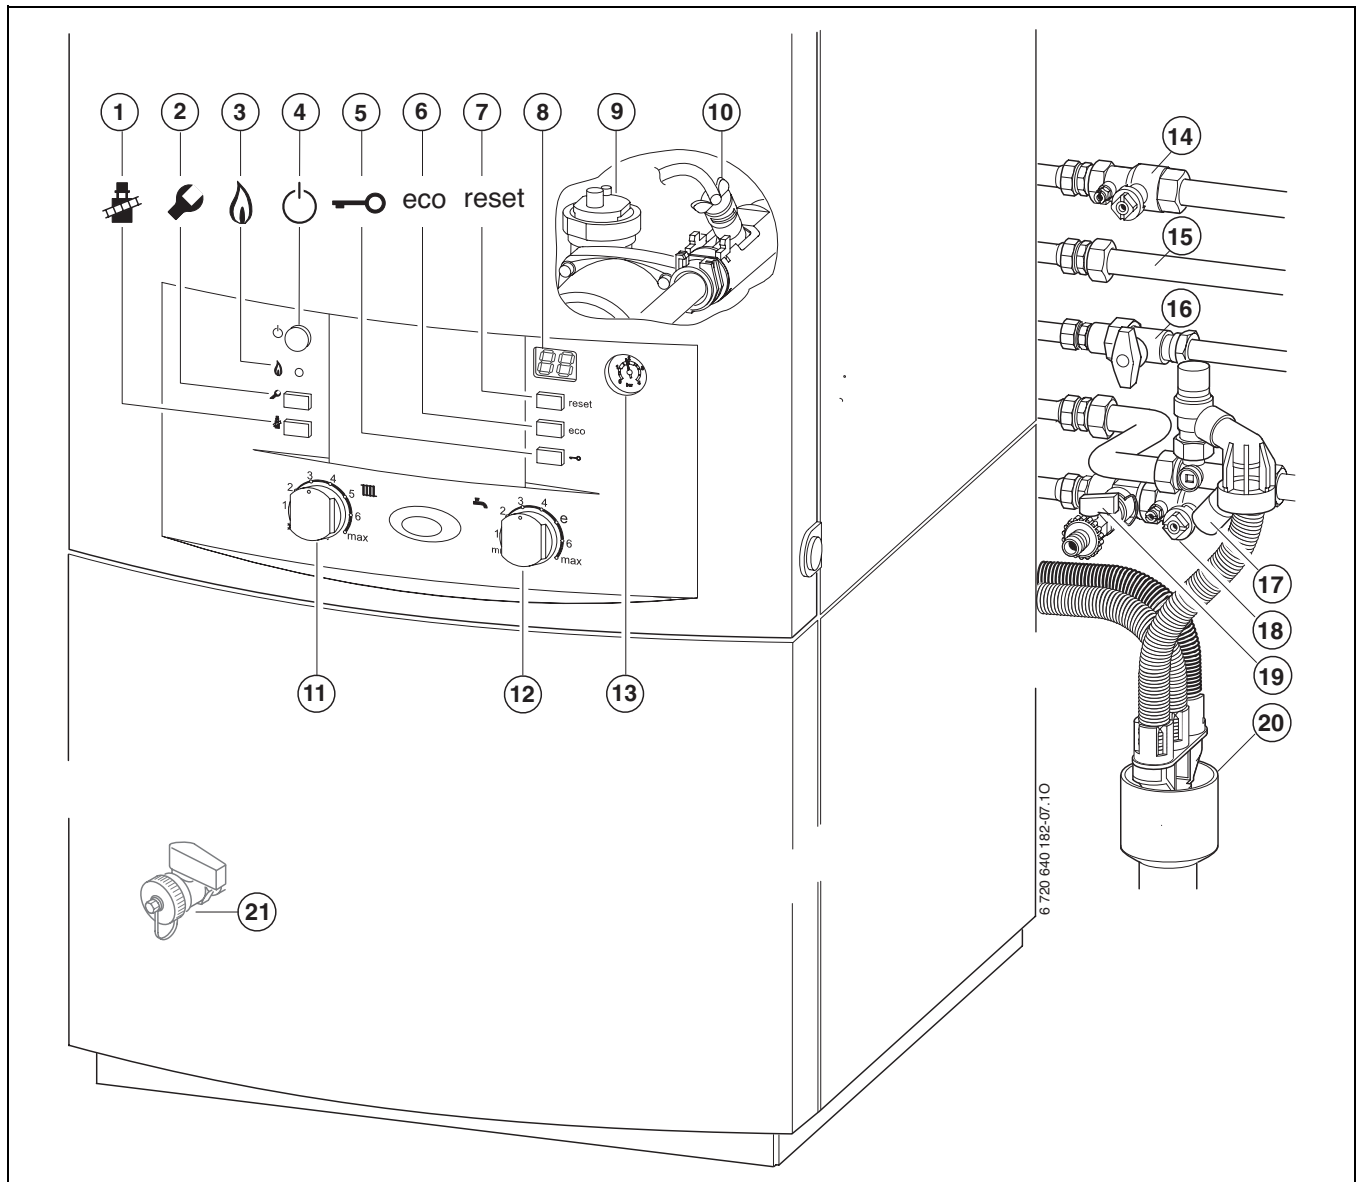

Рис. 39
- ▶ Відкрити крана для прямої лінії опалення та крана для зворотної лінії опалення (→ Рисунок 39, [14] та [18]).